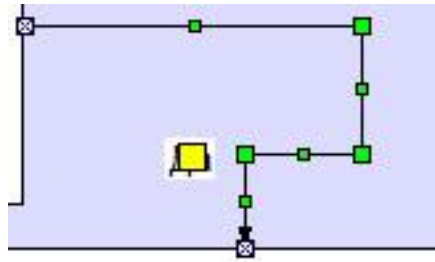

Рисунок 888
- При перемещении середины отрезка, соединяющего угол и точку привязки, образуется новый угол на расстоянии $\frac{1}{4}$ длины отрезка от точки привязки (рисунок 888).